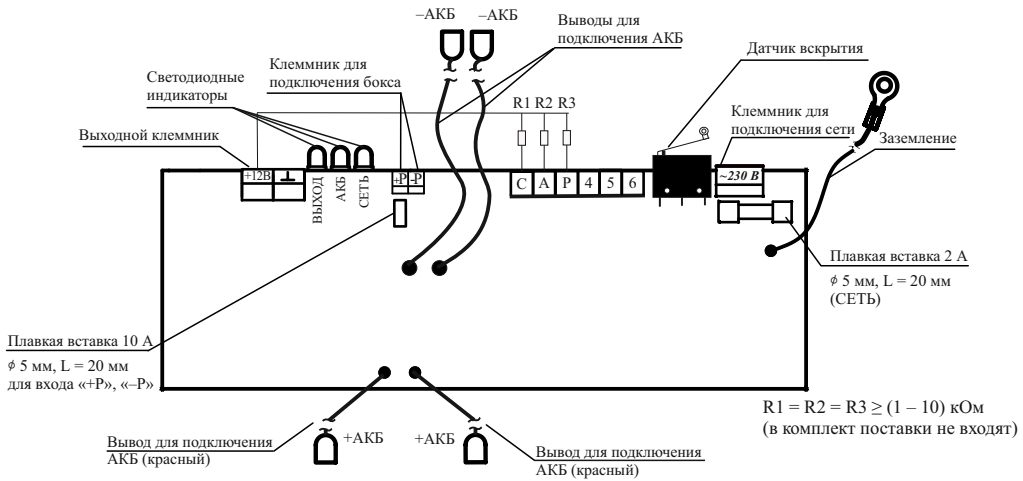

Рисунок 1
- При закрытии крышки источника питания срабатывает концевой выключатель, который производит изменение состояния на клеммах «4», «5» и «6» (рисунок 1). При нажатии рычага концевого выключателя контакты «4» и «5» замкнуты, а «4» и «6» разомкнуты. При открытой крышке контакты «4» и «5» разомкнуты, а «4» и «6» замкнуты.
- Подключение источника (рисунок 1) производить в следующей последовательности: